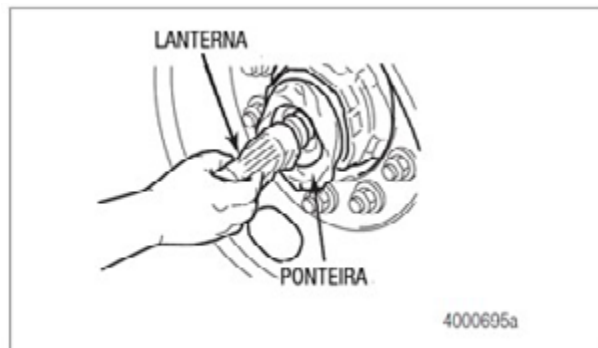

Figura 2.14
15. Verifique o interior do tubo do eixo com uma lanterna, iluminando uma extremidade do eixo e olhando pela extremidade oposta. Confirme que todos os detritos, incluindo ferrugem solta, crostas, líquidos e resíduos de usinagem, foram removidos. Figura 2.14.